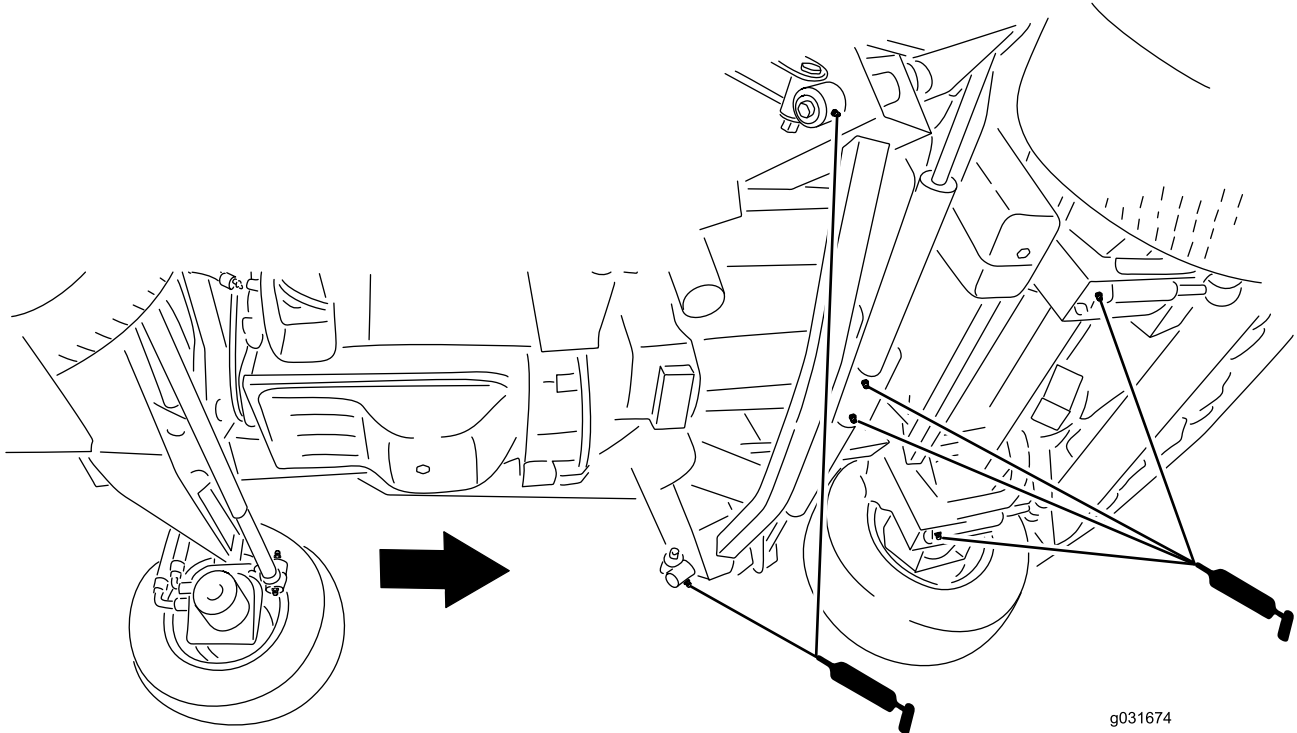

Figure 48
- 2 bras d'impact (Figure 48)
- 2 pivots de vérins de levage de plateau avant (Figure 48)
- 2 pivots de vérins de levage de plateaux latéraux (Figure 48)